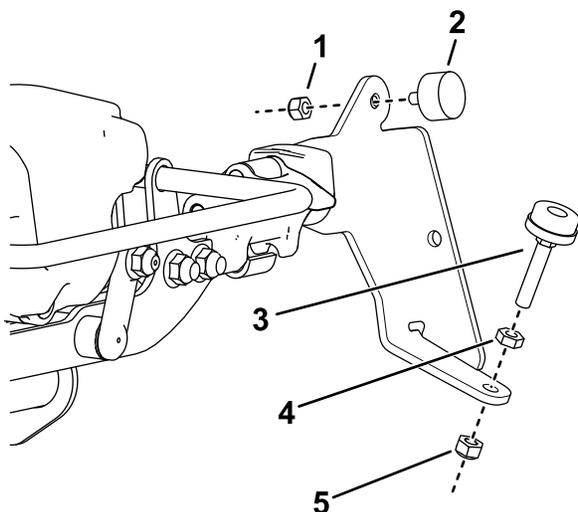

图 5
3. 如图 5 所示用一个锁紧螺母 1/4 英寸将一个橡胶缓冲器安装到两个刷子支架上。
4. 如图 5 所示将一个水平调节螺丝安装到两个刷子支架上。